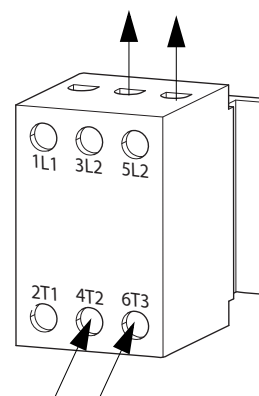

Рис. 9: Клеммная колодка разъединителя
- Руководствуясь Рис. 9, подключите провода шнура питания к клеммам 4Т2 и 6Т3 на клеммной колодке выключателя.